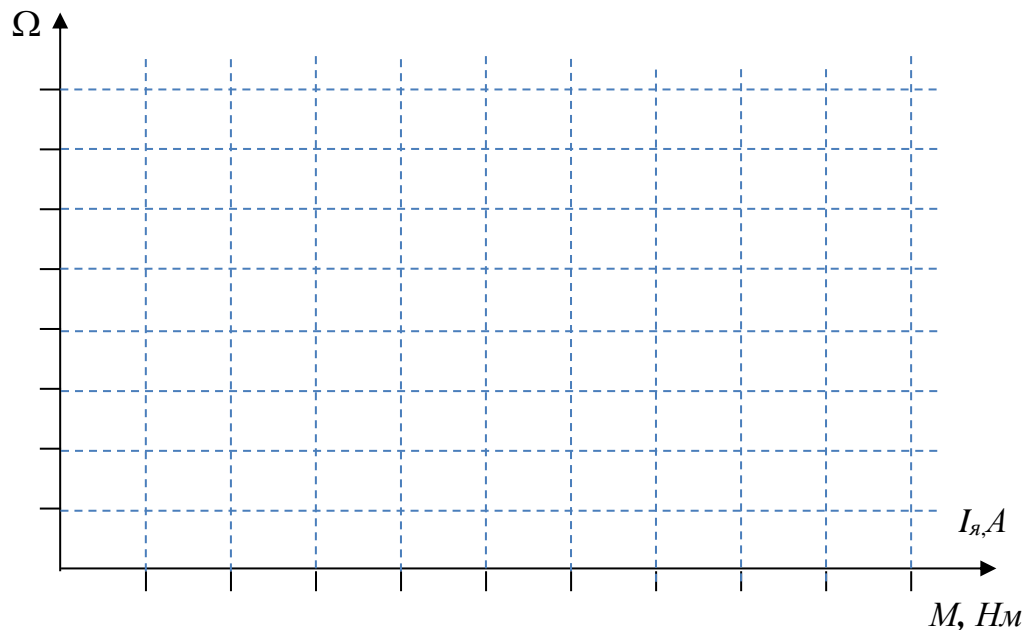

Рисунок 1 – Природні швидкісна і механічна характеристики двигуна
2. Тепер маємо всі дані для побудови природних швидкісної і механічної характеристик (рисунок 1). Рівняння швидкісної характеристики